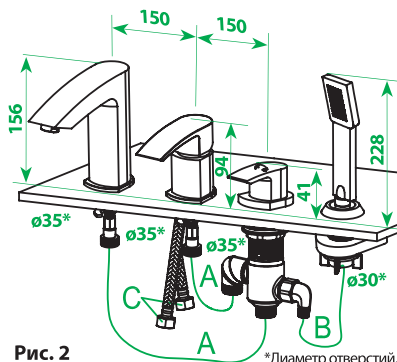

Рис. 2
- Убедитесь, что отверстия для установки излива, корпуса смесителя, механизма переключения душ/излив (дивертора) и держателя для лейки расположены в правильной очередности и имеют нужный диаметр отверстий (см. рис. 2).
- Установите смеситель на 4 отверстия на борт ванны согласно рис. 2. Соедините все внутренние элементы смесителя между собой с помощью входящего в комплектацию крепежа и гибкой подводки.